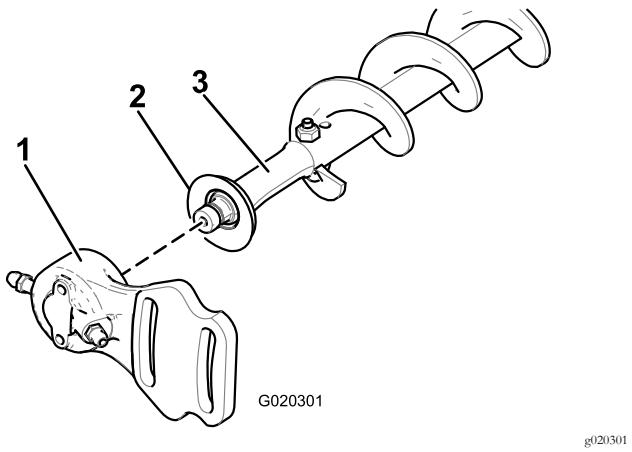

Figure 17
- Faites glisser le logement de roulement libre et le joint d'étanchéité pour les déposer de l'arbre de la brosse (Figure 17).